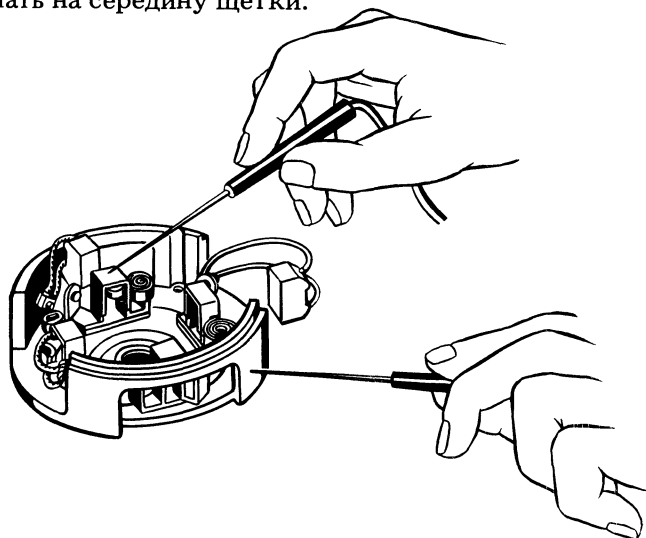

Рис. 214. Проверка изолированных щеткодержателей стартера на замыкание с корпусом
**Крышка со стороны коллектора.** С помощью прибора Э-236 или контрольной лампы проверить отсутствие замыкания изолированных щеткодержателей на корпус (рис. 214). В случае короткого замыкания следует заменить изоляционную прокладку и втулку заклепок щеткодержателя. Покачивание щеткодержателей не допускается. Щетки в щеткодержателях должны перемещаться свободно, без заеданий. Втулку крышки со стороны коллектора, в случае ее износа, заменить. Диаметр отверстия новой втулки после запрессовки и развертки должен быть  $14^{+0,035}$  мм с чистой обработкой  $2,5$ . Щетки, изношенные до высоты 5 мм, следует заменить.